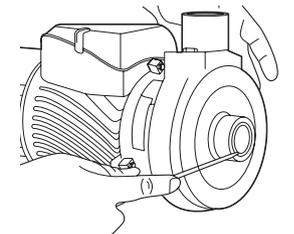

Figura 5.
5. Retira los tapones protectores de la Bomba antes de conectar (ver Figura 5).